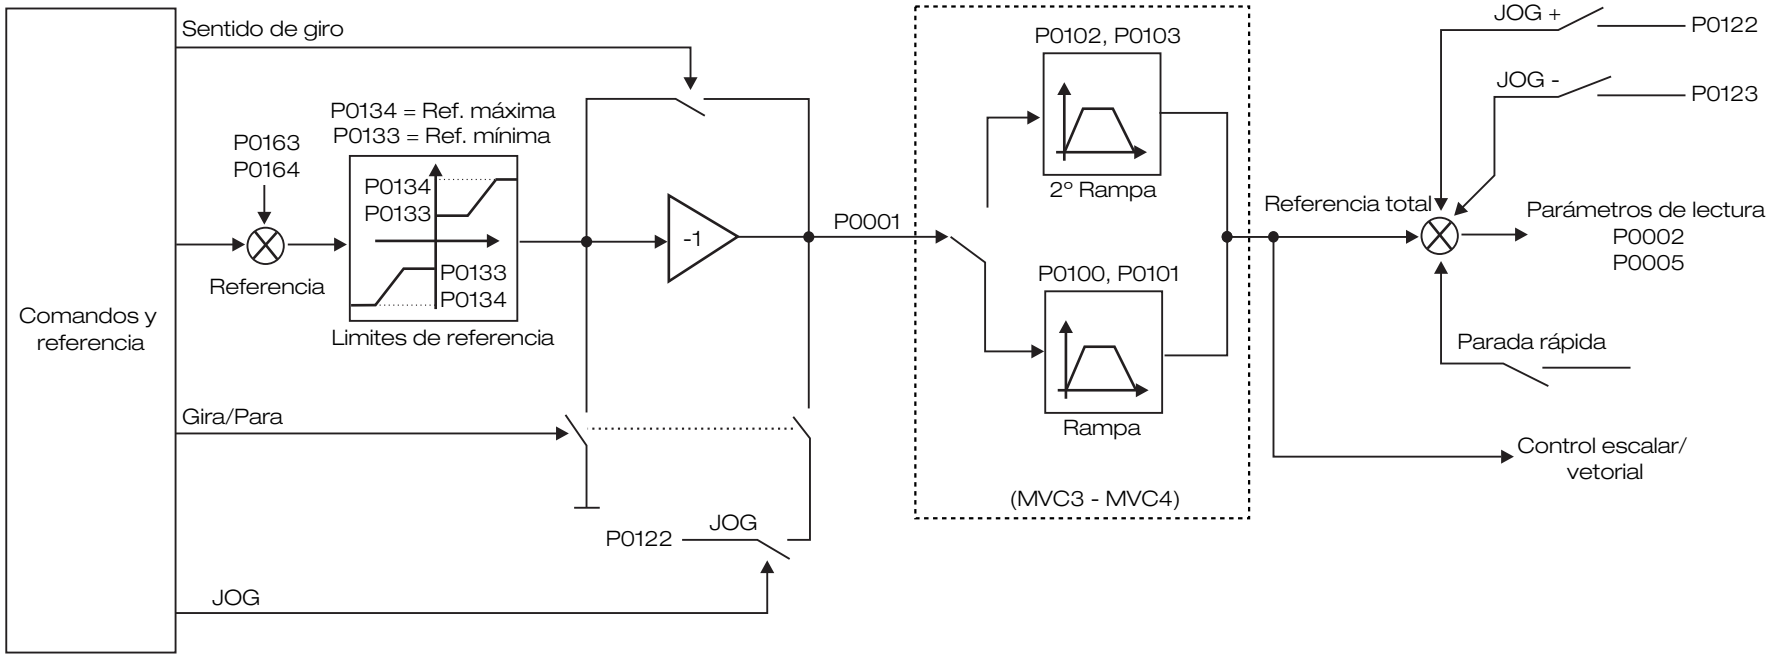

Figura 5.25: Diagrama de bloques de la referencia de velocidad
- Consulte la Figura 5.25 en la página 5-44.